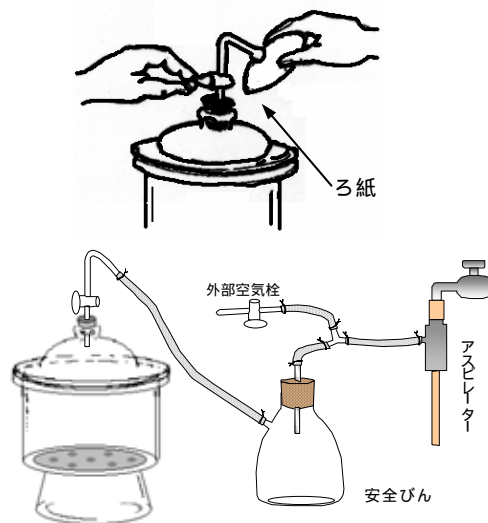

図 37 減圧デシケーター
- 栓を開けるときは、口にろ紙などを当て、ゆっくりと空気を入れる。(図 37)
- 水流ポンプ(アスピレーター)で減圧するとき、水が逆流することがあるため、安全びんと外部空気栓を必ず付けておく。(図 37)
(ア) 真空になった容器の栓を開けるときは、急に栓を開けると強い空気の流れて割れることがあるため、ろ紙を口に当て、ゆっくりと常圧に戻す。(前頁図 37 )